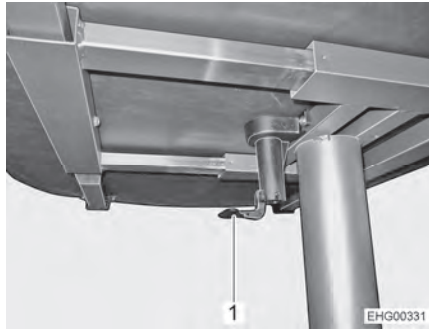

Fig. 61 Mesa elevadora
- Plegar la palanca del bloqueo central de la mesa (Fig. 61,1) hacia abajo.